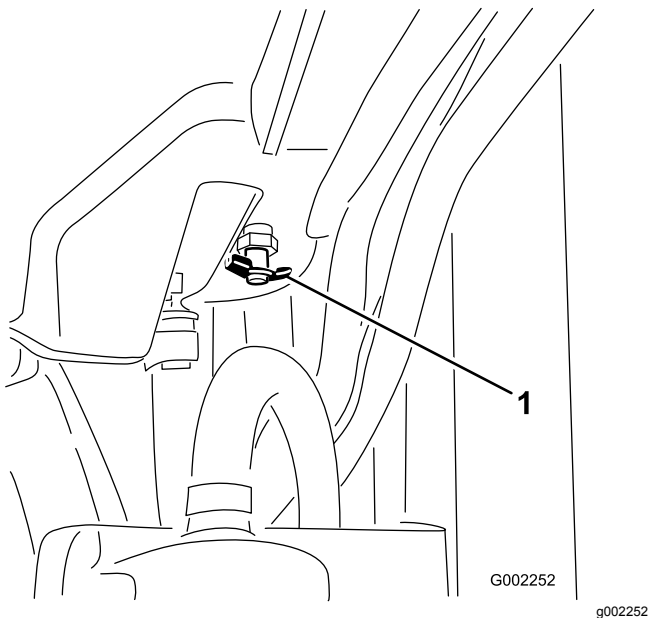

Figure 87
4. Ouvrez le robinet de vidange et vidangez le liquide de refroidissement dans le bac (Figure 87).
5. Fermez le robinet de vidange (Figure 87).